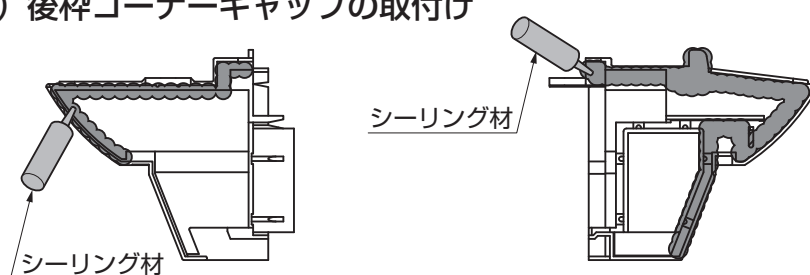

図10-6 後枠コーナーキャップのシーリング個所
- ①後枠コーナーキャップにシーリングをしてください。(図10-6参照)
②後枠コーナーキャップを後枠に差込み、端部アーチ側枠に【17-4】で固定してください。
(6) 前枠・後枠コーナーキャップのシーリング